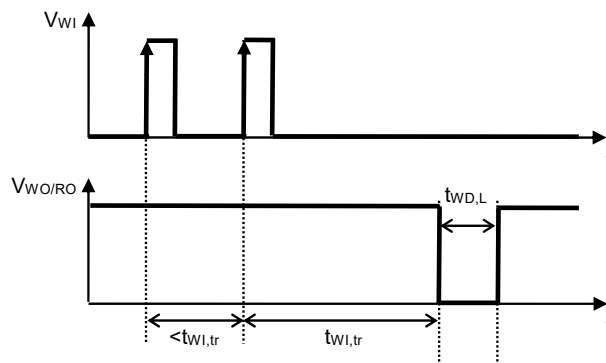

图8 看门狗触发时间
- *1. 看门狗定时器进行超时检测后，WO / RO端子保持 "L" 的时间 (参阅图8)。此值可以通过 C_{DLY} 的电容值进行更改。
*2. 从看门狗定时器开始进行触发信号检测后，到检测出超时，并且WO / RO端子输出变化为 "L" 为止的时间 (参阅图8)。此值可以通过 C_{DLY} 的电容值进行更改。